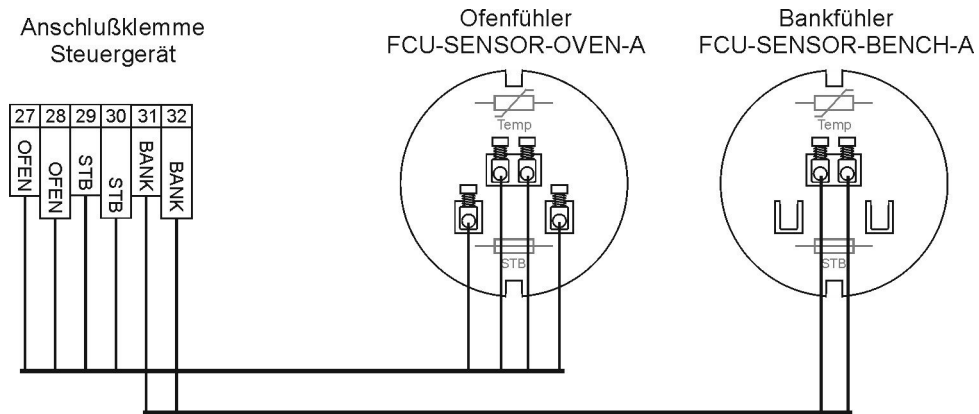
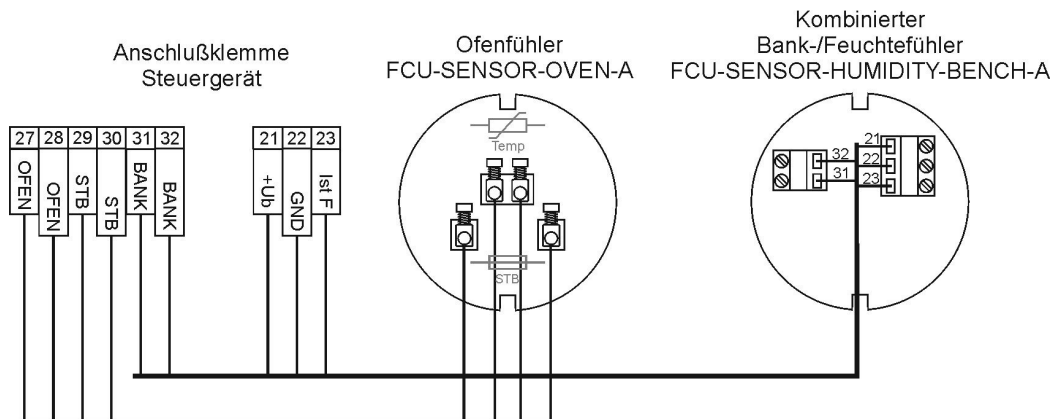

Abb. 12: Anschluss Ofenfühler Temperatur und Bankfühler Temperatur
Abb. 14: Anschluss Ofenfühler Temperatur und Bankfühler Temperatur, bzw. kombinierter Feuchte- und Bankfühler
4. Signalleitung in Abhängigkeit des verwendeten Fühlers gemäß Anschlussplan Abb. 12 oder Abb. 14 an die Platine anschließen.